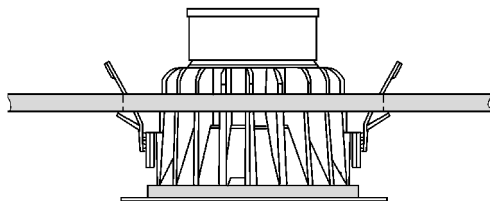

图 2-42 安装 LED 筒灯
4) 将筒灯弹簧向上用力推入天花板, 如图 2-42 所示。